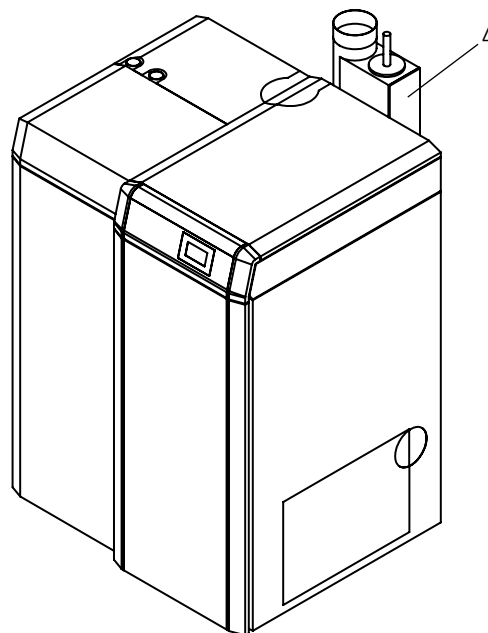

Fig. 53 Filtri elettrostaci nel tubo dei gas combusti
- Se nel tubo dei gas combusti è montato un filtri elettrostaci (Fig. 53), controllare che non sia sporco e, se necessario, pulirlo (vedere il manuale separato per il filtri elettrostaci).